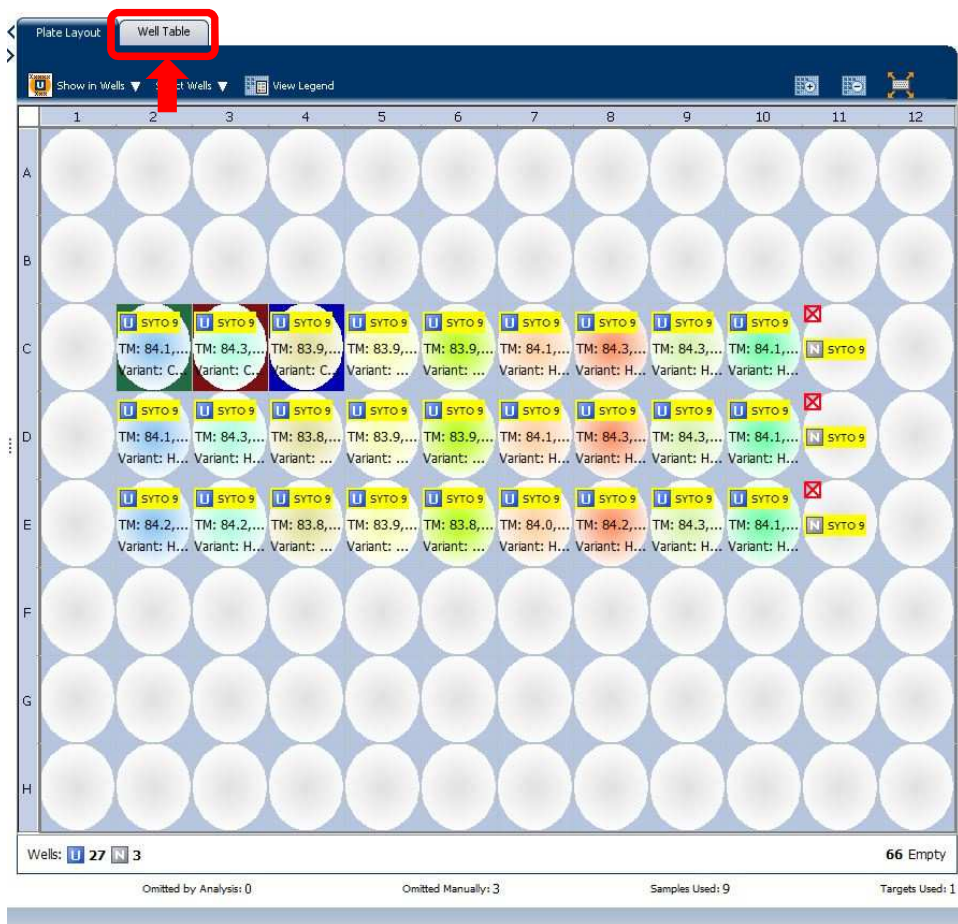

Fig. 9a
Na aba *Analysis*, ao lado direito dos gráficos, está representado o layout da placa (Fig. 9a). Para analisar os dados de silhouette score:
1. Clique na aba *Well Table* (Fig. 9a)